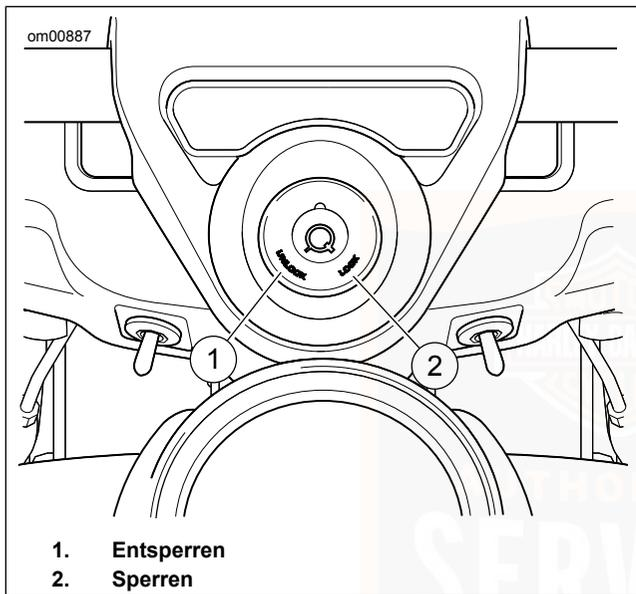

Abbildung 5. Gabelschloss: Road King-Modelle
FLHR, FLHRC, FLHRXS: Siehe Abbildung 5. Das Gabelschloss befindet sich an der Oberseite des Lenkkopfs hinter dem Scheinwerfertopf und ist in die Lenkerschellenverkleidung eingelassen.
2. Siehe Abbildung 5. Den Schlüssel einführen und gegen den Uhrzeigersinn in die LOCK-Stellung (versperrt) drehen. Den Schlüssel abziehen.